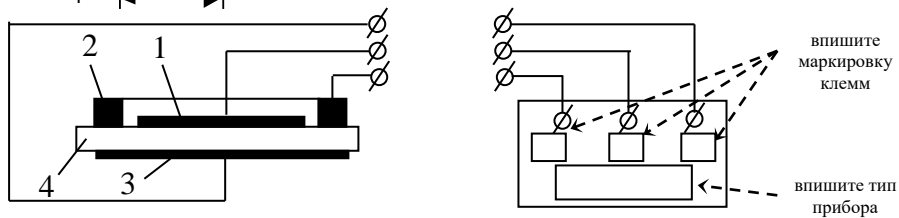

Рис. 2. Схема измерения объемного сопротивления диэлектрика: 1,2,3 – электроды; 4 – диэлектрик
При проектировании изоляционной конструкции к диэлектрику были предъявлены требования по электрической проводимости: удельная объемная проводимость должна быть не более 10^{-12} См/м, а удельная поверхностная проводимость – не более 10^{-11} См. Рассматриваются три образца диэлектриков: лакоткань, электрокартон и стеклотекстолит. У образцов материалов были измерены сопротивления по трехэлектродной схеме (рис. 1, рис. 2). Диаметр центрального (измерительного) электрода $d_1 = 66 \cdot 10^{-3}$ м, кольцевого электрода $d_2 = 70 \cdot 10^{-3}$ м. Толщины образцов: лакоткань – $h_{\text{лак}} = 0,1 \cdot 10^{-3}$ м, электрокартона – $h_{\text{эл.к}} = 0,2 \cdot 10^{-3}$ м, стеклотекстолита – $h_{\text{ст}} = 0,5 \cdot 10^{-3}$ м
1. Выберите из предложенных типов приборов любой мегомметр и впишите его обозначение в приведенные схемы измерения (рис. 2, 3). Соедините на схемах клеммы прибора с электродной системой для проведения измерения объемного и поверхностного сопротивлений диэлектриков.